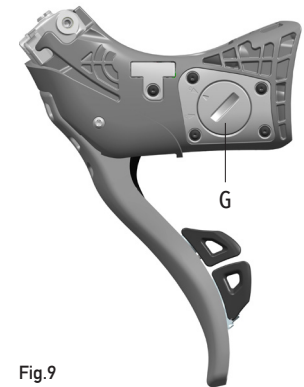

Fig.9
- G - Compartimento de batería (Fig.9)